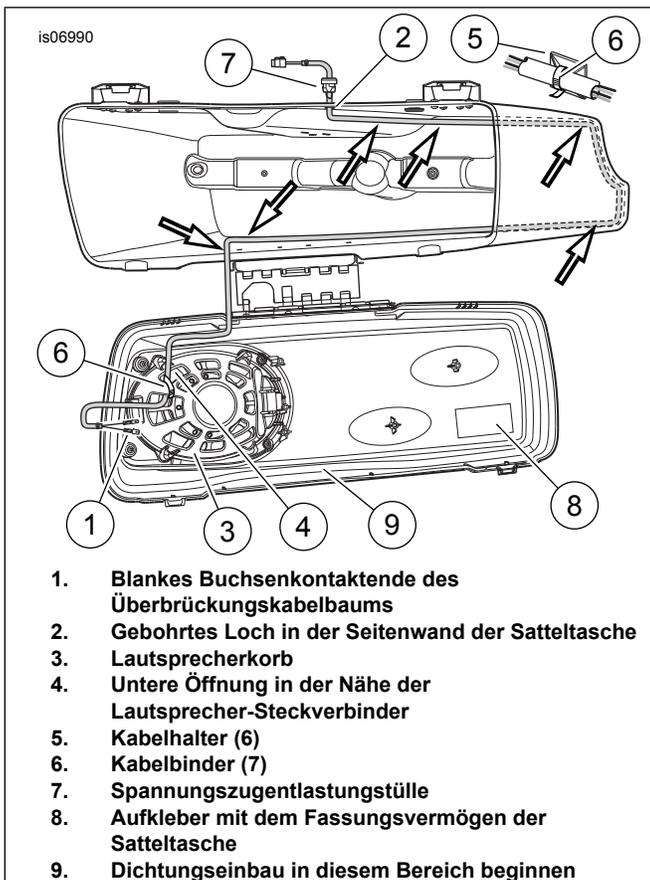

Abbildung 4. Verlegung des Kabelbaums in der Satteltasche
- Mit dem Einbau der Dichtung in der Mitte des nach innen zeigenden Deckelteils, gegenüber dem Scharnier beginnen (siehe Abbildung 4, Teil 9).
2. Mit dem großen Ende in Richtung sechspoligem Gehäuse (I), die Tülle auf den Kabelkanal des Kabelbaums in der Nähe des Pingehäuses drücken.
3. Siehe Abbildung 4. Den blanken Buchsenkontakt (1) des Überbrückungskabelbaums von außen durch das Loch (2) mit 16 mm (0.62 in) Durchmesser stecken, das zuvor in die Seitenwand der Satteltasche gebohrt wurde. Verlegen des Kabelbaums:
1. Das sechspolige **Buchsengehäuse** (2) von einem Satteltaschenlautsprecher-Überbrückungskabelbaum entfernen, indem die Kabel **so nahe wie möglich** am Gehäuse abgeschnitten werden. Das Buchsengehäuse entsorgen.
2. Einen schmalen Kabelschuhkontakt (3) gemäß den Anweisungen im Anhang des Werkstatthandbuchs am Ende des **grünen** Kabels anbringen. Einen breiten Kabelschuhkontakt (4) am Ende des **weißen** Kabels anbringen.
6. Siehe Abbildung 4. Die Satteltaschenlautsprecher-Überbrückungskabelbäume, wie zuvor unter **EINBAU DES SATTELTAŠCHENKABELBAUMS** in diesem Dokument beschrieben, zu den Satteltaschenlautsprechern verlegen. Den Satteltaschenlautsprecher-Überbrückungskabelbaum mit Kabelbindern am Verstärkerkabelbaum befestigen.